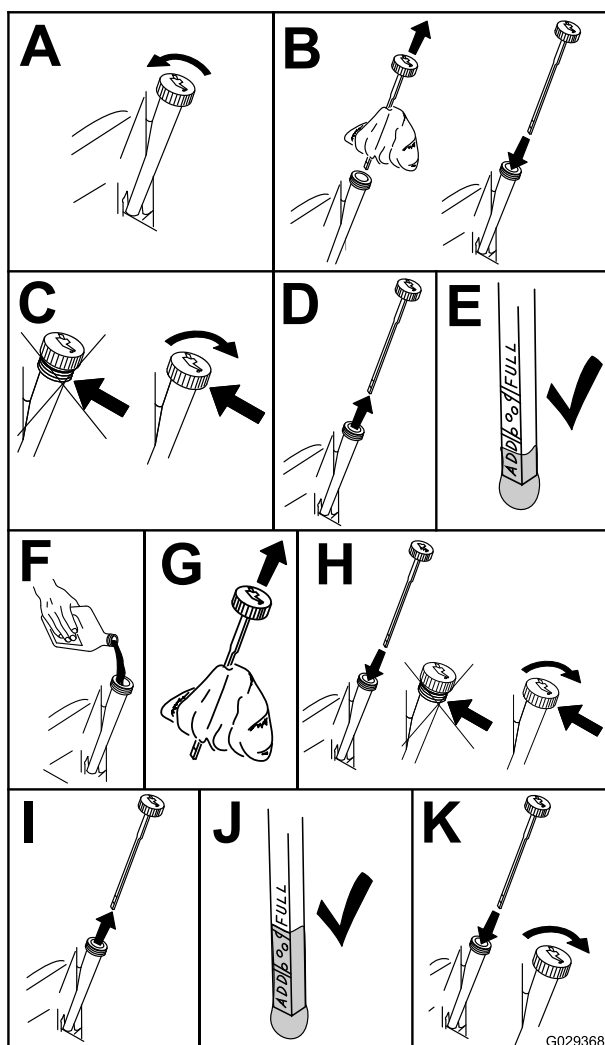

Figura 44
3. Para manter a sujidade, as aparas de relva, etc., fora do motor, limpe a área em torno da tampa de enchimento e vareta antes de a remover (Figura 44).